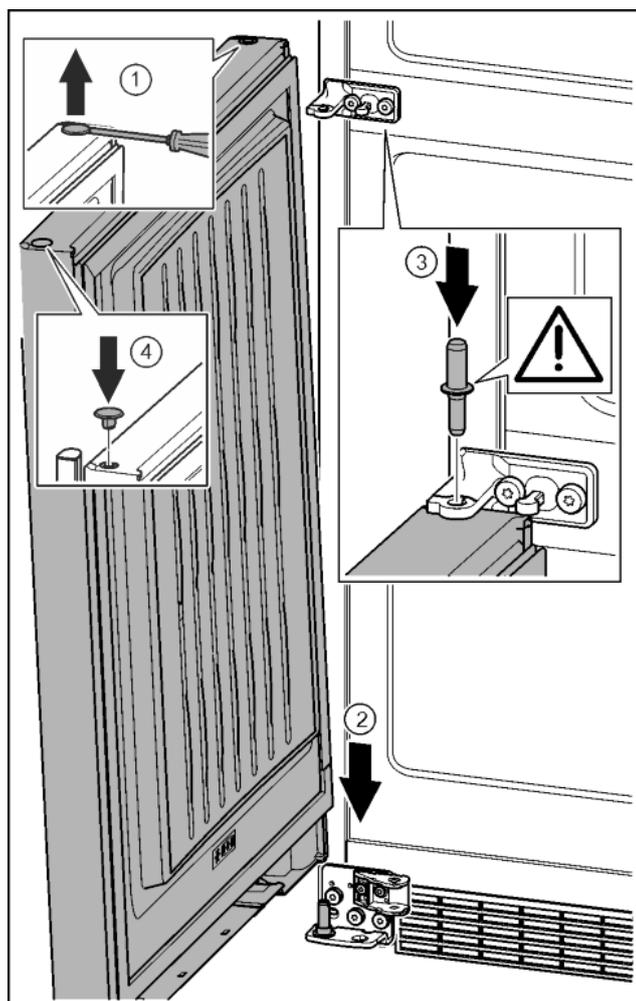

Fig. 38
- ▶ Odvijačem s ravnom glavom oprezno podignite čep i izvadite ga. Fig. 38 (1)
- ▶ Stavite vrata odozgo na donji svornjak ležaja. Fig. 38 (2)
- ▶ Umetnite srednji svornjak ležaja kroz srednji podložak ležaja u donja vrata. Pri tome pazite da je ispučenje za blokiranje okrenuto prema otraga. Fig. 38 (3)
- ▶ Ponovo umetnite čep na drugoj strani vrata. Fig. 38 (4)